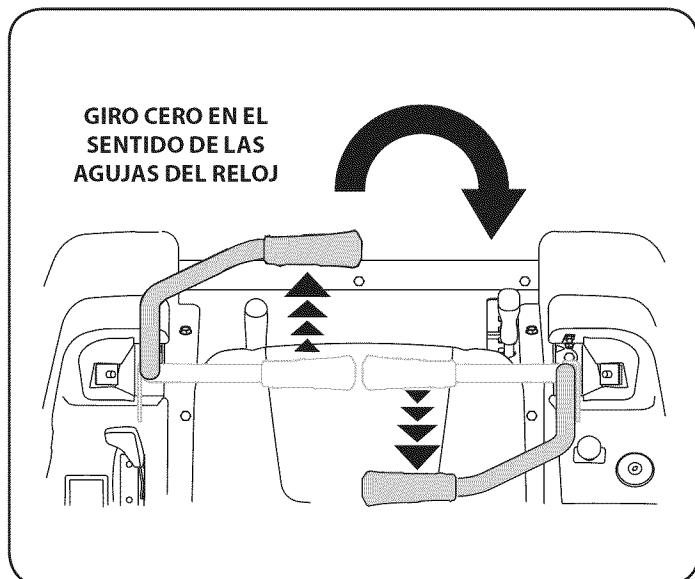

Figura 20
6. Para girar en el sentido de las agujas del reloj, mueva la palanca de control del lado izquierdo hacia adelante mientras mueve simultáneamente la palanca de control derecha hacia atrás. Vea la Figura 20.